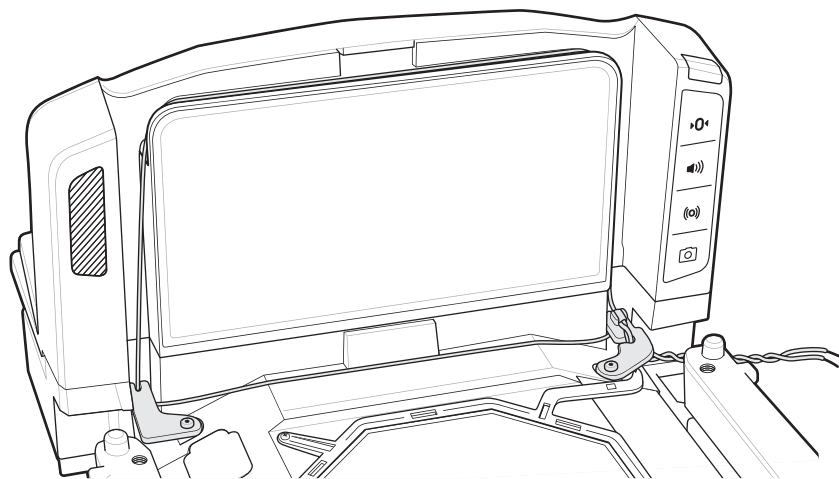

Рис. 3-37 Завершенная установка
10. После завершения прокладки проводки положение левого и правого боковых кронштейнов и антенны должны соответствовать положению на Рис. 3-37.